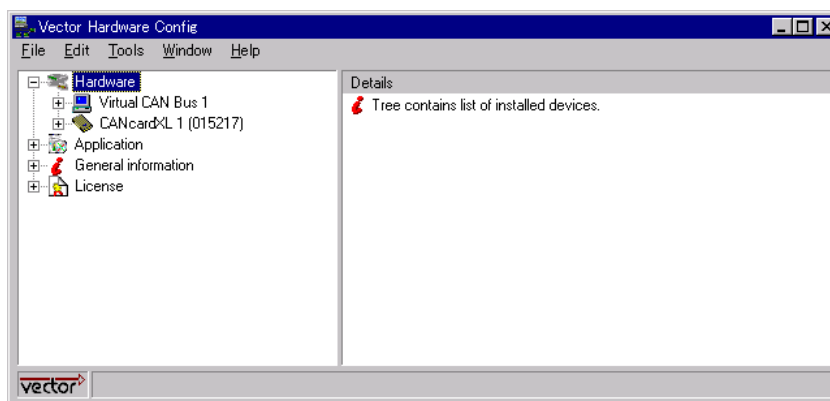

図 5-1 Vector Hardware Config
- (1) 最初に CAN Controller Component のチャンネルの設定を行います。これは、ベクター・ジャパン社から提供されているドライバ設定ソフト”vcanconf.exe”を使用します。まず、製品が PC に接続されていることを確認してから”vcanconf.exe”を起動してください。(”vcanconf.exe”はベクター・ジャパン社ホームページからダウンロード可能です。ドライバのファイルをダウンロードすると中に入っています。)
- (2) 図 5-1 に示す”Vector Hardware Config”の画面で正常にドライバが設定できていることを確認します。(本書では、CANcardXL という製品を使っているため”Hardware”のところに”CANcardXL”と表示されています。)